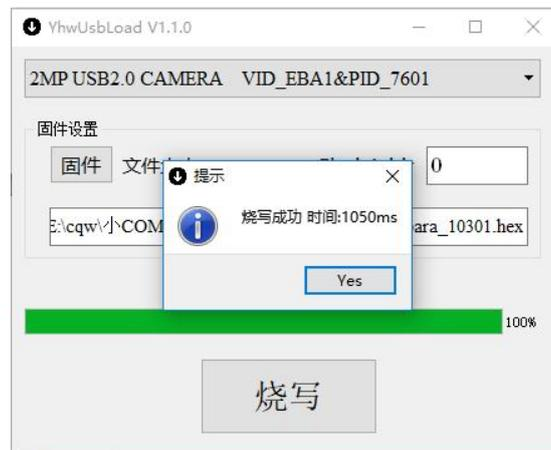

图 4-11 烧写完毕
5) 点击【烧写】，提示烧写成功，完成固件烧写。如图 4-11 所示。